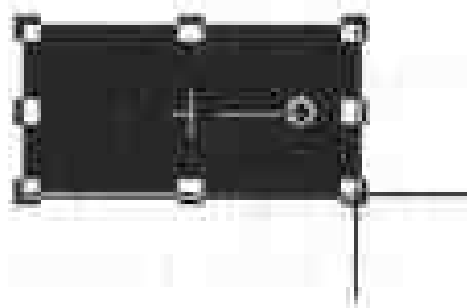

图 5-104 确定右下角位置
2) 再移动鼠标, 此矩形填充以浮动状态随光标移动到合适的位置, 单击鼠标左键确定右下角位置, 如图 5-104 所示。